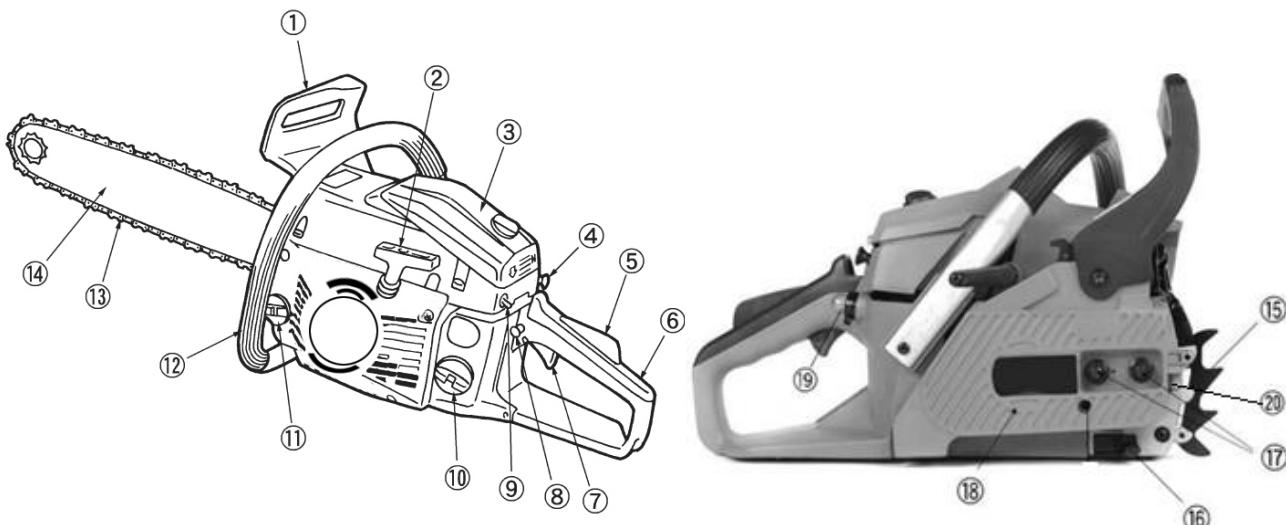

Рис. 1.
### Ручка тормоза цепи (1) (См. Рис.1)
Для безопасности, цепная пила оснащена тормозом цепи (1) (См. Рис.1). Тормоз цепи включается автоматически в случае резкого, сильного отскока, который вызывается прикосновением конца направляющей шины к древесине (или другому твёрдому предмету) во время работы. Тормоз цепи служит для блокировки пильной цепи перед стартом, и для ее моментальной остановки в экстренных случаях.
#### **Выключатель зажигания двигателя (9) (См. Рис.1)**
#### **Рычаг блокировки газа (5) (См. Рис.1)**
Предотвращает случайное включение двигателя (приведение пильной цепи в движение). Рычаг газа (7) не может быть нажат, если не нажат рычаг блокировки газа (5) (См. Рис.1).
#### **Задняя ручка (6) (См. Рис.1)**
#### **Пильная цепь, снижающая риск отскока (13) (См. Рис.1)**
#### **Зубчатый упор (15) (См. Рис.1)**
#### **Цепеуловитель (16) (См. Рис.1)**
#### **Праймер подкачки топлива (19) (См. Рис.1)**